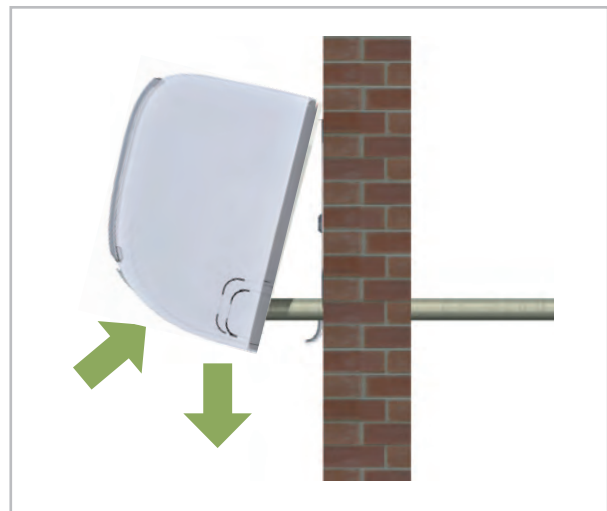

Abb. 33: Waagerechte Ausrichtung
5. ➤ Überprüfen Sie nochmals die waagerechte Ausrichtung des Gerätes. (Abb. 33)